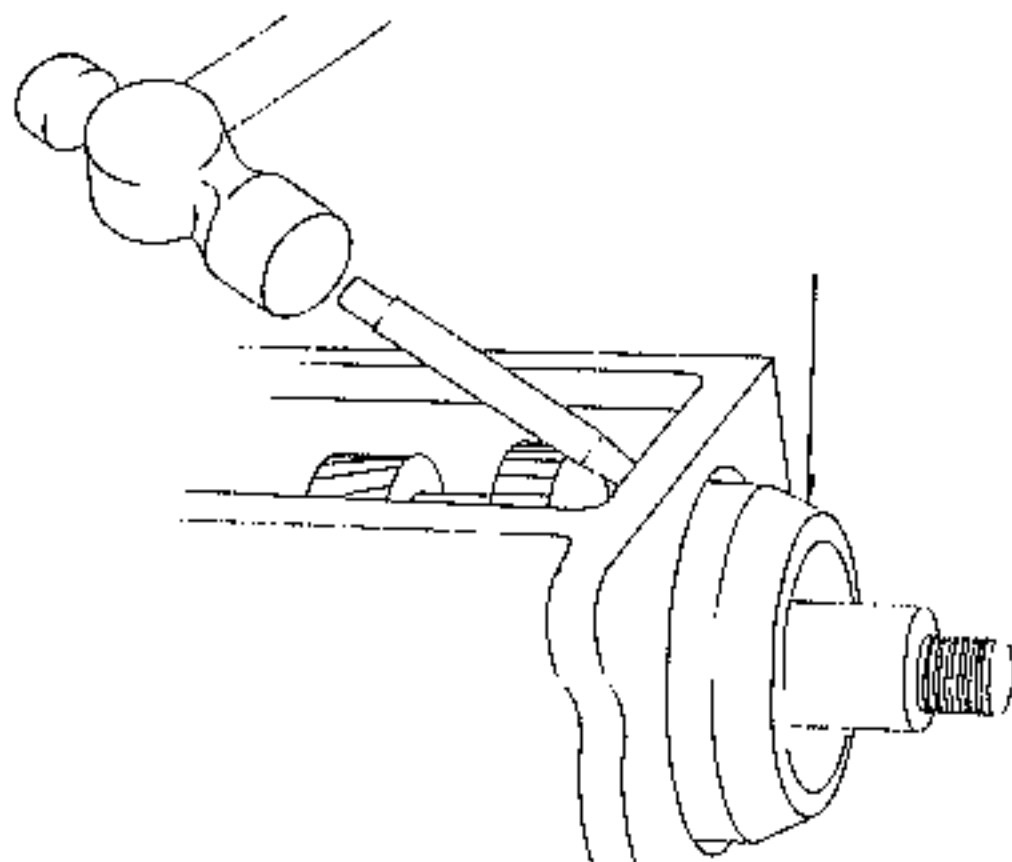

Bild 69
- Mit einem Messingdorn und einem Hammer das hintere Lager zusammen mit dem Lager- gehäuse herausschlagen, wie es in Bild 69 ge- zeigt ist.